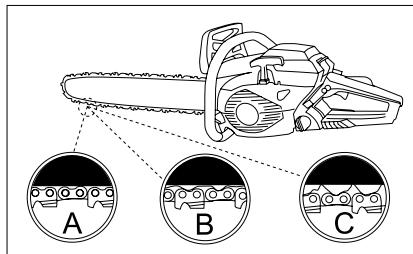

Fig. 10
Considera la fig. 10, que muestra la tensión correcta para una cadena de frío (A), una cadena de calor (B) y una cadena a tensar (C).